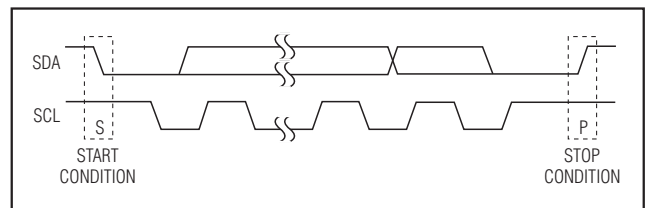

图2. START和STOP条件
每次传输过程包括：主机发送一个开始(START)条件，接下来发送MAX7323的7位从地址和R/ \bar{W} 位，1个或多个数据字节，最后发送停止(STOP)条件终止传输(图2)。
串行接口空闲时，SCL和SDA均保持高电平。主机通过发出START (S)条件指示传输开始，START条件是在SCL为高时、SDA由高至低的跳变产生的。主机完成与从机的通信时，主机发出STOP (P)条件，STOP条件是在SCL为高时、SDA由低至高的跳变产生的。之后，释放总线，以进行下一次传输(图2)。